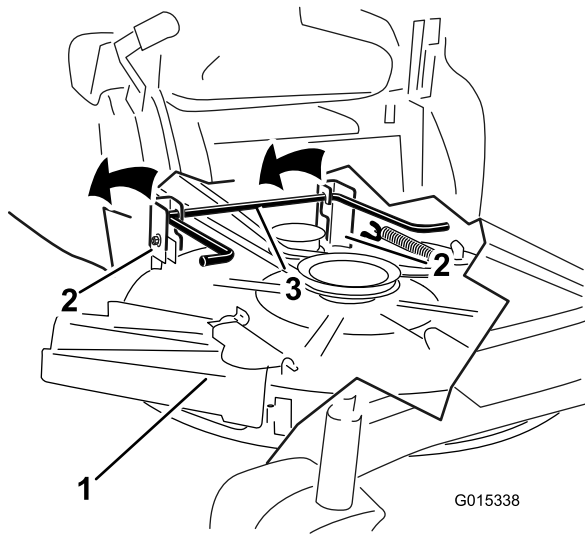

Figura 57
5. Eleve la carcasa del cortacésped y desenganche la varilla de elevación trasera de las pletinas de suspensión, y baje el cortacésped con cuidado al suelo (Figura 57).
- Eleve la parte trasera de la carcasa del cortacésped y coloque las pletinas de suspensión sobre la varilla de elevación trasera (Figura 57).